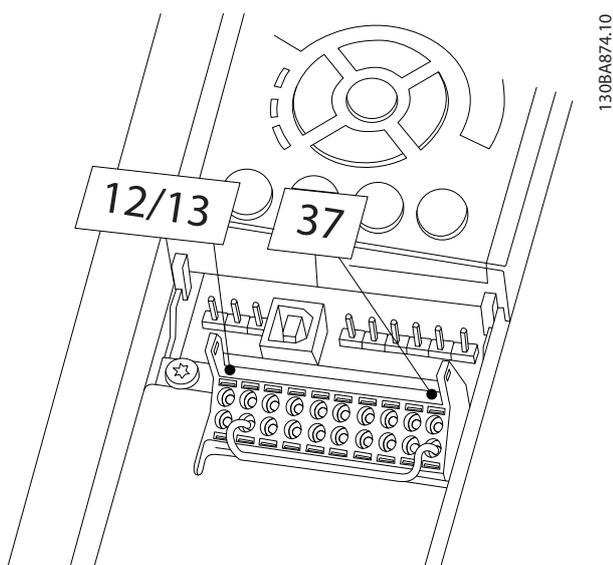

Abbildung 2.21 Drahtbrücke zwischen Klemme 12/13 (24 V) und 37
1. Entfernen Sie die Drahtbrücke zwischen den Steuerklemmen 37 und 12 oder 13. Ein Durchschneiden oder Brechen der Drahtbrücke reicht zur Vermeidung von Kurzschlüssen nicht aus. (Siehe Drahtbrücke in *Abbildung 2.21*.)